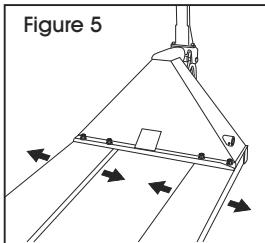

Figure 5
3. Glissez chaque dent à la position désirée. (Voir Figure 5)